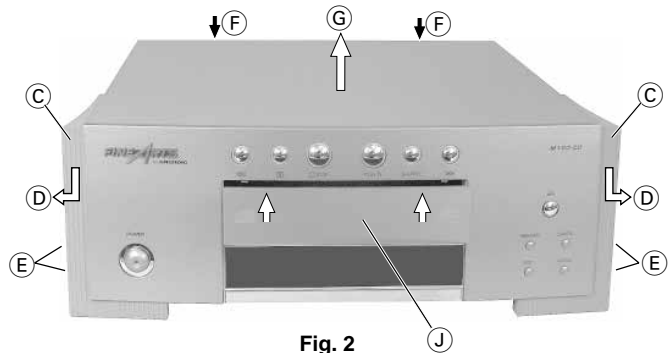

Fig. 2
### 2. Gehäuseoberteil abnehmen, Fig. 2
- Schubladenabdeckung mit Aluabdeckung (J) nach oben abziehen (Fig. 2).
- Move the side parts (C) in the direction of arrow (D) (Fig. 2) and remove them.
### 2. Removing the top of the cabinet, Fig. 2
- Pull out the front of the tray together with the aluminium plate (J) (Fig. 2) towards the top.